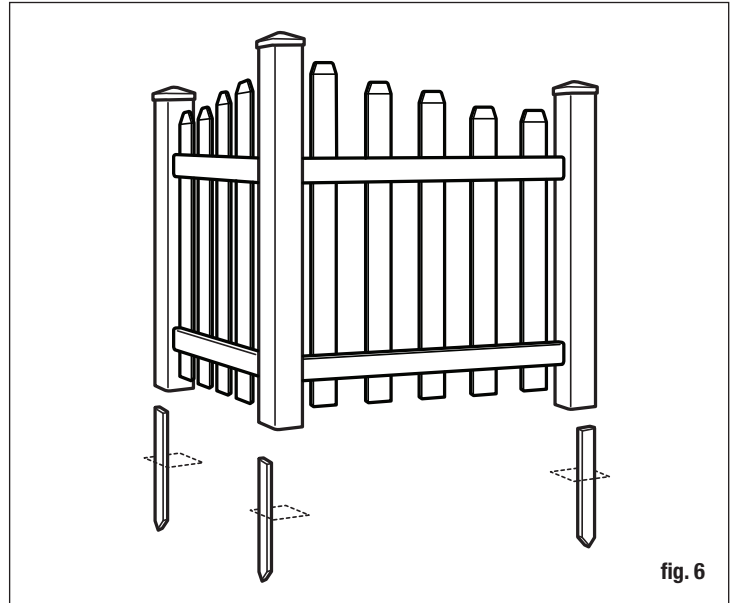

fig. 6
- Levante el montaje de la cerca y repositone los postes de manera de que las estacas queden entre los postes (fig. 6).